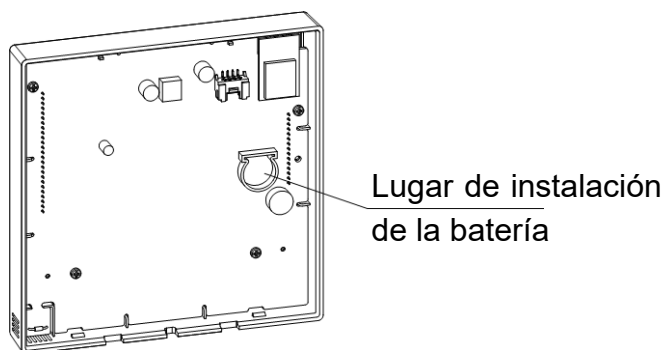

Fig. 3-5
- Coloque la batería en el lugar de instalación y asegúrese de que el lado positivo de la batería coincide con el lado positivo del lugar de instalación (véase la Fig. 3-5).